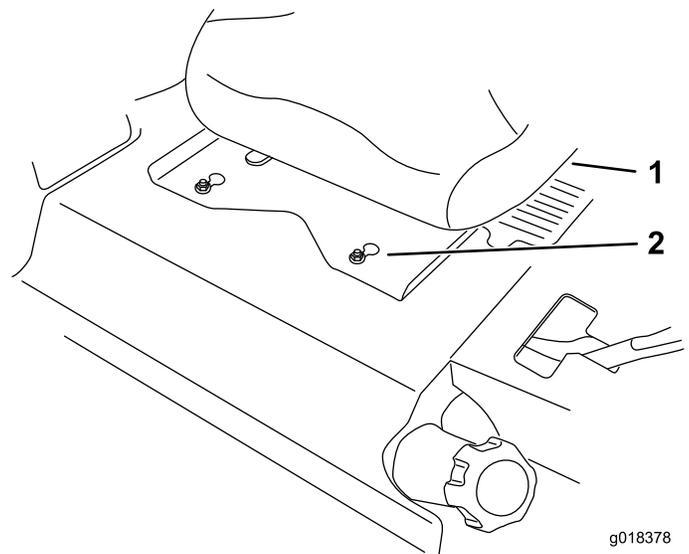

Figura 1
5. Deslice el asiento y la chapa del asiento hacia adelante para que las tuercas delanteras puedan pasar por los orificios (Figura 1).
9. Deslice el asiento y la chapa del asiento hacia atrás para bloquear las tuercas delanteras en los orificios y las tuercas traseras en las ranuras (Figura 1).